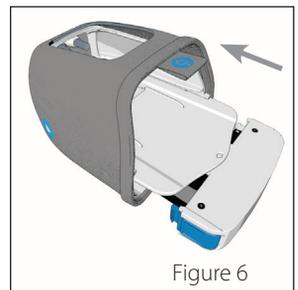

Figure 6
1. Enfoncez la **batterie** avec le **module** attaché à la partie inférieure du **PowerShell** jusqu'à ce que le **module** émette un clic indiquant son positionnement correct. (Figure 6)